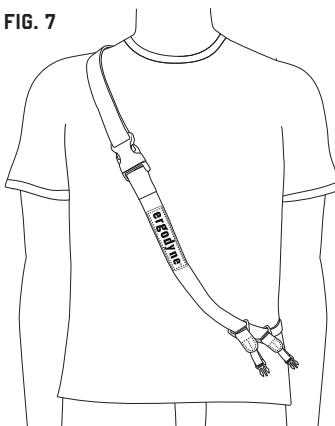

FIG. 7
2. Place the barcode scanner sling lanyard over your head and onto your right or left shoulder [fig. 7]. The "Ergodyne" logo should always sit near the chest when wearing.
- Pase el cordón de seguridad tipo bandolera del escáner de códigos de barras por su cabeza y colóquelo sobre su hombro derecho o izquierdo [fig. 7]. El logotipo de “Ergodyne” debe quedar siempre cerca del pecho cuando el cordón de seguridad esté puesto.
- Passez la bandoulière de lecteur de code-barres au-dessus de votre tête et sur votre épaule droite ou gauche [fig. 7]. Le logo « Ergodyne » doit toujours se situer près de la poitrine.